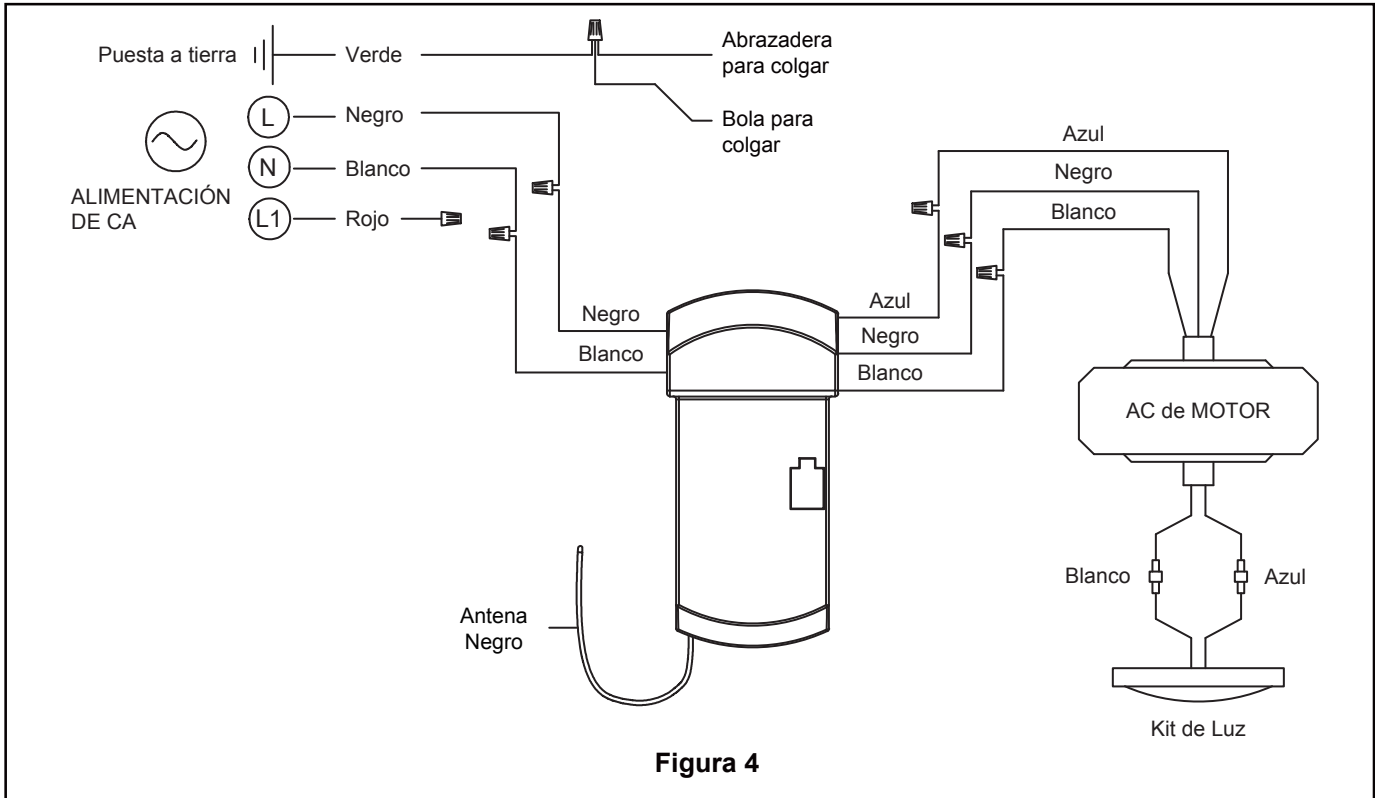

Figura 4
4. Levante cuidadosamente el ventilador y coloque el ensamble de la bola para colgar/varilla en la abrazadera para colgar que acaba de fijar a la caja de salida. Asegúrese de que la ranura de la bola esté alineada con la lengüeta de la abrazadera para colgar. (Figura 4)
5. Fije el cable de seguridad al cable de soporte para techo. Deslice la abrazadera de cables por el cable de seguridad (del ventilador). Pase el extremo del cable a través del aro que forma el cable de soporte para techo. Tire lo más posible del cable a través del aro. Inserte el extremo del cable en el orificio de la abrazadera y ajuste firmemente el tornillo. (Figura 4)
3. Conecte los conductores verdes de la abrazadera para colgar y la varilla al conductor desnudo (a tierra) con el conector de cables. Conecte el conductor negro de la unidad receptora marcado "AC IN L" al conductor negro de alimentación con el conector de cables. Conecte el conductor blanco de la unidad receptora marcado "AC IN N" al conductor blanco de alimentación con el conector de cables. Conecte el conductor blanco de la unidad receptora marcado "TO MOTOR N" al conductor blanco del ventilador con el conector de cables incluido con la unidad receptora. Conecte el conductor negro de la unidad receptora marcado "TO MOTOR L" al conductor negro del ventilador con el conector de cables que se adjunta con la unidad receptora. Finalmente, conecte el conductor azul de la unidad receptora al conductor azul de la iluminación del ventilador con el conector de cables que se adjunta con la unidad receptora. (Figura 4)